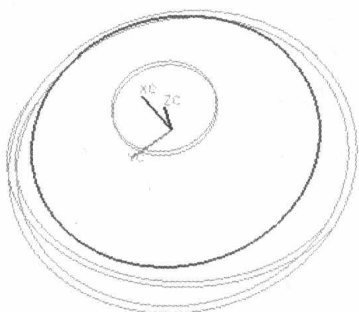

图 1-15 创建圆
(3) 选择【格式】|WCS|【旋转】命令，打开【旋转 WCS 绕】对话框，选中【+YC 轴：ZC-->XC】单选按钮，设置【角度】为 90，单击【确定】按钮。
(4) 单击【特征】工具条中的【基本曲线】按钮，打开【基本曲线】对话框。单击【圆】按钮，在【点方法】下拉列表框中选择【点构造器】按钮，在弹出的【点】对话框中设置圆心坐标为(0, 0, -25)，单击【确定】按钮。设置圆弧上的点坐标为(140, 0, -25)，单击【确定】按钮。创建的圆如图 1-15 所示。